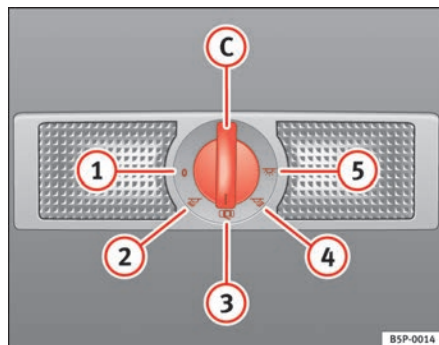

Fig. 83 Revestimiento interior del techo: iluminación interior y de lectura de la parte trasera del habitáculo.
Con el mando ⇒ fig. 83 (C) puede seleccionar las siguientes posiciones:
Con el mando en la posición ⇒ fig. 83 (1) la luz interior y las de lectura están apagadas.